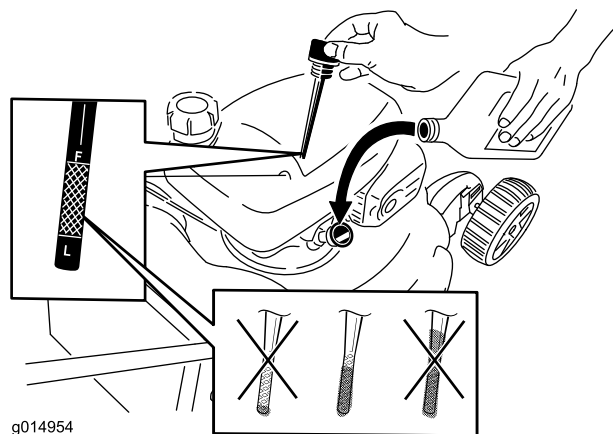

Рисунок 41
- Извлеките масломерный шуп (Рисунок 41).
4. Медленно заливайте масло в маслозаливной патрубок до тех пор, пока уровень масла не достигнет отметки **Full (ЗАПОЛНЕНО)** на масломерном щупе (Рисунок 41). **Не допускайте переполнения картера.** (Макс. объем масла: 0,59 л, тип: автомобильное моющее масло (SAE 30), имеющее классификацию API: SF, SG, SH, SJ, SL или выше.)